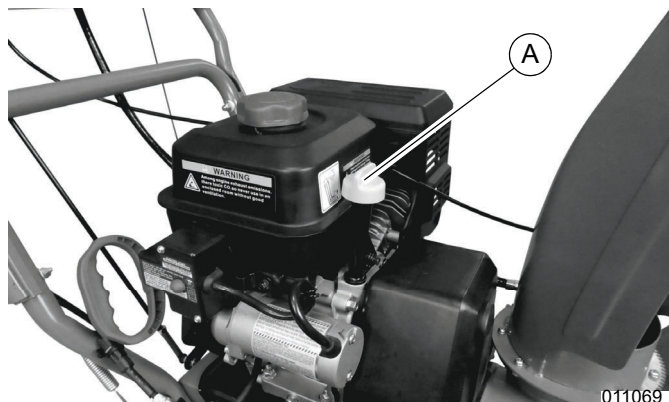

Figure 2-20. Bouchon-jauge d'huile
2. Voir Figure 2-20. Ouvrir le bouchon-jauge d'huile (A).